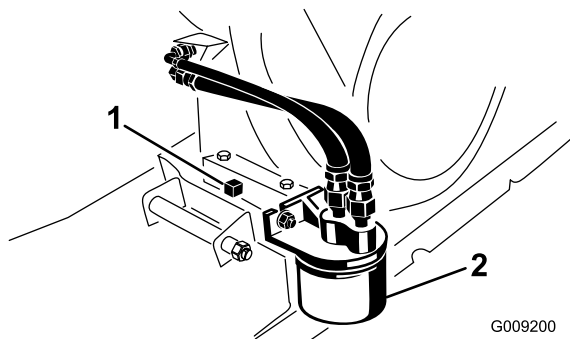

図 29
5. ドレンプラグ（図 29）を外してオイルを容器に受ける。オイルが抜けたらドレンプラグを取り付ける。
2. オイルフィルタ (図 29) を外す。